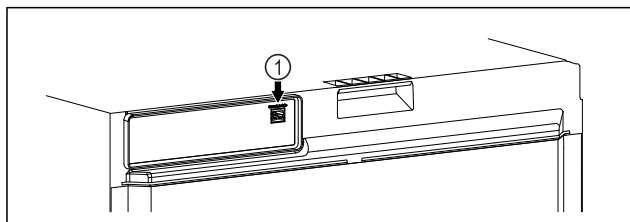

Fig. 91
- A SmartModule Fig. 91 (1) be van helyezve.